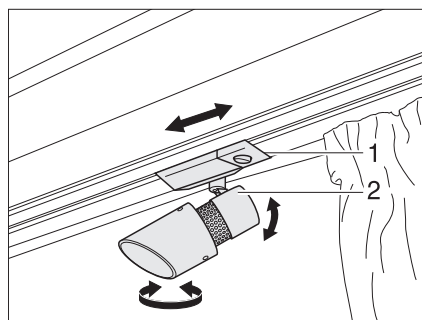

Fig. 62 Spot
- Saisir le boîtier (Fig. 62,2) et le tourner.
- Saisir le support (Fig. 62,1).